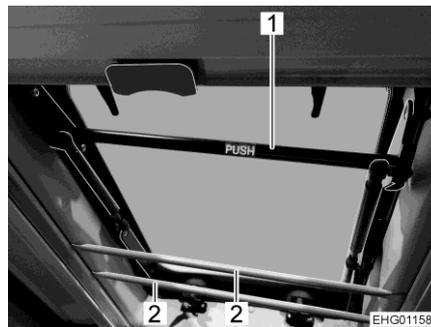

Bild 17 Heckfenster (von innen)
Zwei Stangen (Bild 17,2) dienen als Herausfallschutz, wenn die Heckfenster geöffnet sind.
- Schwarze Griffstange (Bild 17,1) im oberen Bereich des Fensters fassen und Fenster mit einer Schwenkbewegung nach außen und nach oben öffnen.
- Schwarze Griffstange (Bild 17,1) fassen und Fenster in Ausgangsstellung zurückschwenken.